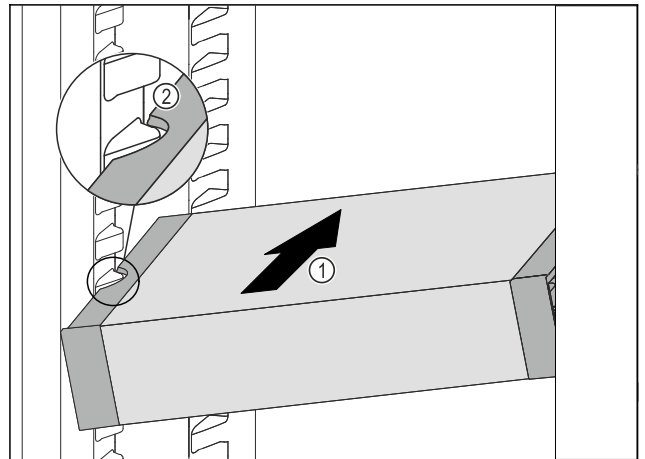

Fig. 52
- ▶ Вкарайте VarioSafe под ъгъл в хладилната част Fig. 52 (1), докато страничните прорези Fig. 52 (2) на VarioSafe се намират на височината на реброто на съда в хладилната част.